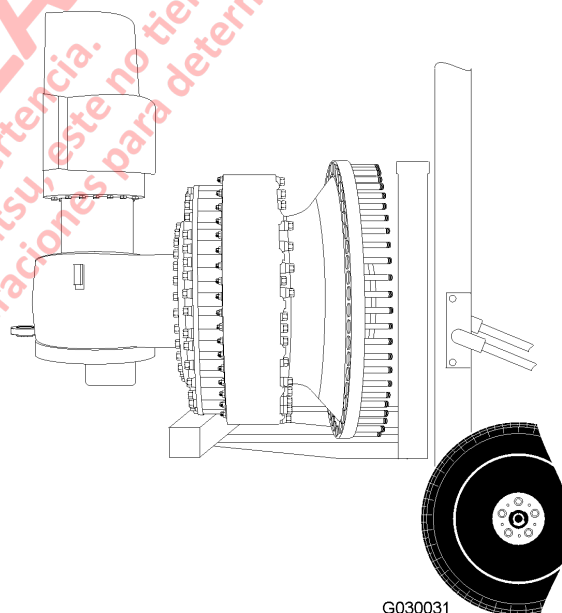

FIGURA 3-3. DISPOSITIVO DE ELEVACIÓN TÍPICO (GRÚA HORQUILLA)
3. Coloque el conjunto del husillo y el cubo de la rueda en un montacargas o un dispositivo de levante similar como se indica en la Figura 3-3.